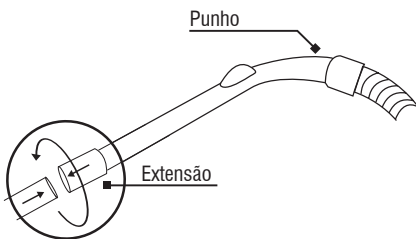

Fig. 5 – Conectando o punho na extensão
- Conecte o punho no tubo extensor e, em seguida, gire para finalizar a conexão, conforme mostra a Fig.5;